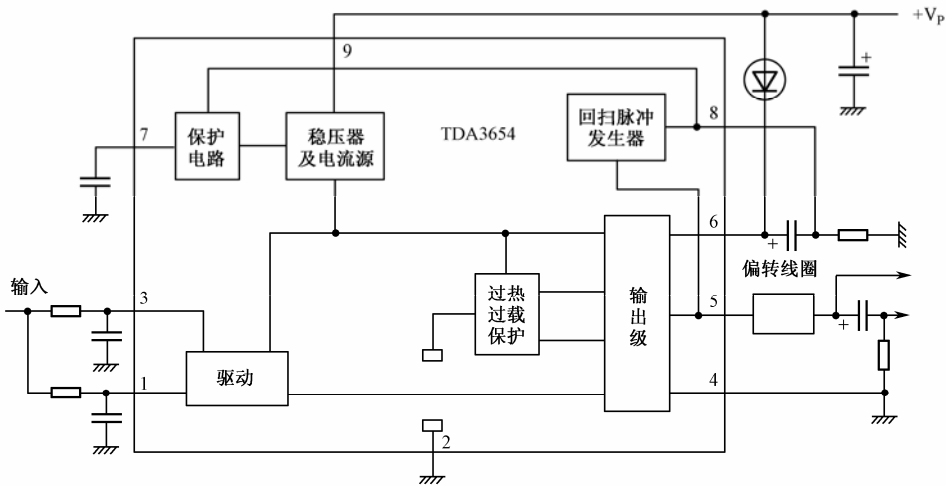

图 4-5 TDA3654 的内部结构图
场输出电路由 N301（TDA3654）及外围元器件组成。TDA3654 是飞利浦半导体公司生产的能驱动多种偏转角系统的场输出电路，驱动电流可达 1.5A（P-P），内有过热、过载保护，采用单列直插式⑨脚塑封结构。内部电路包括包括驱动级、输出级、过热保护、过载保护、回扫脉冲发生器及稳压电源等电路。该集成电路的内部结构图如图 4-5 所示，集成电路 TDA3654 引脚功能如表 4-2 所示。